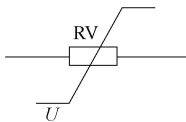
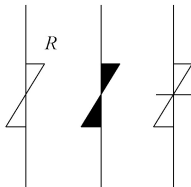

图 5-26 压敏电阻器新电路符号
图 5-27 压敏电阻器其他的旧电路符号
- 2. 压敏电阻器电路符号 (见图 5-26、图 5-27)